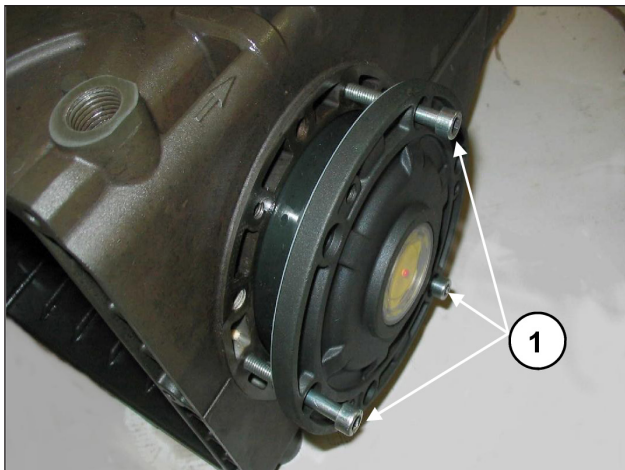
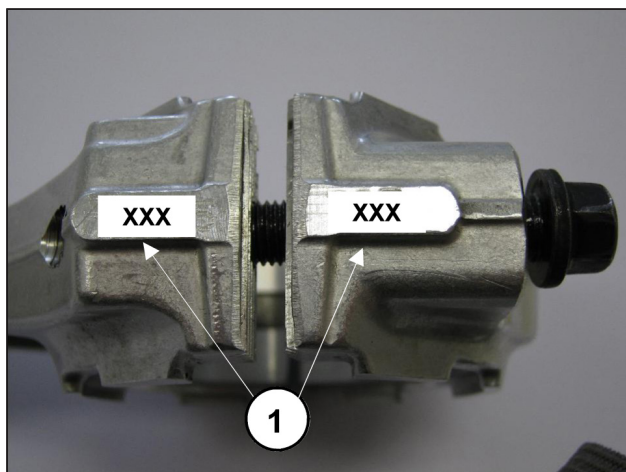

Fig. 8
Fig. 9
Per facilitare l'imbocco del primo tratto ed il relativo inserimento dei coperchi sul carter, si consiglia l'utilizzo di N° 3 viti M6 x 40 parzialmente filettate, (Fig. 8, pos. ①) per poi completare l'operazione con le viti in dotazione (M6x18).
- Accoppiare i cappelli biella ai relativi fusti facendo riferimento alla numerazione (Fig. 9, pos. ①).
Per l'avvicinamento dei due coperchi laterali al carter si possono utilizzare N° 3 viti M6x40 per una prima fase di orientamento, come indicato in Fig. 8 e le viti previste per il fissaggio finale.
Dopo aver smontato i coperchi laterali, come indicato al par. 2.1.1, togliere la ghiera esterna dei cuscinetti dai relativi coperchi e la ghiera interna con la rimanente parte del cuscinetto, dalle due estremità dell'albero tramite un normale "cacciaspine" o attrezzo equivalente come indicato nelle Fig. 8 e Fig. 9.